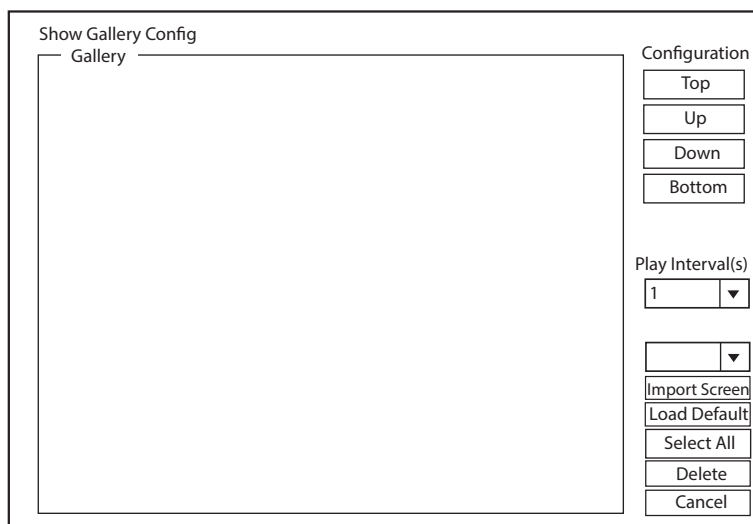

Рисунок 4-3 Меню Показать галерею
1. Нажмите **Show Gallery** (Показать галерею), чтобы перейти в окно **Show Gallery** (Показать галерею), как показано на Рисунок 4-3.